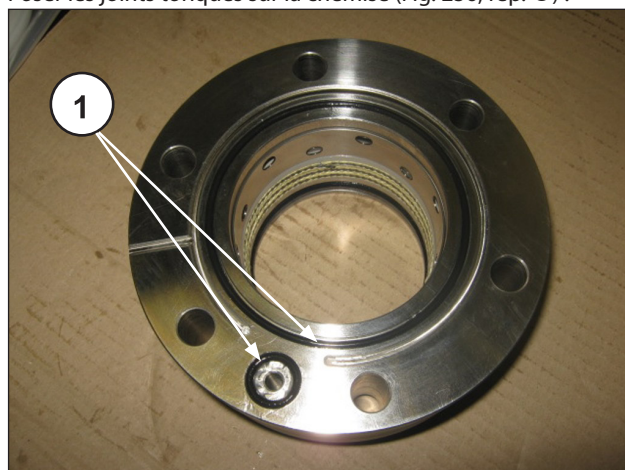

Fig. 256
Poser les joints toriques sur la chemise (Fig. 256, rep. ①) :